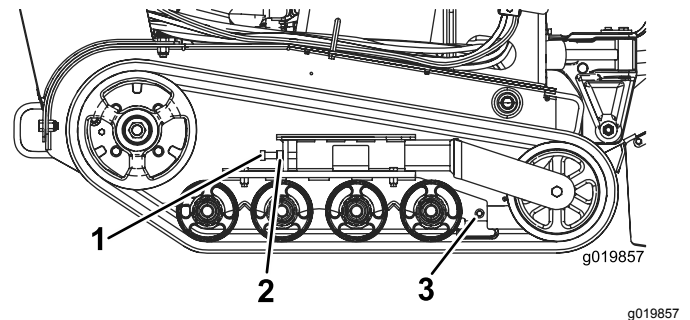

Figura 48
3. Afloje la contratuerca del perno tensor de la oruga, y los pernos de fijación del brazo tensor (Figura 48).
4. Apriete el perno tensor a entre 32,5 y 40 N·m para tensar la oruga (Figura 48).
4. Afloje el perno tensor y la contratuerca (Figura 48).